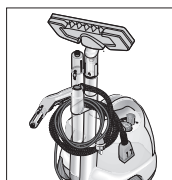

Fig. 11 : Rangement
- Enfoncez séparément les deux tubes de rallonge dans les portes-tubes (A6) au dos de l'appareil. Emboîtez la buse pour sol (H1) sur un tube de rallonge (voir fig. 11).